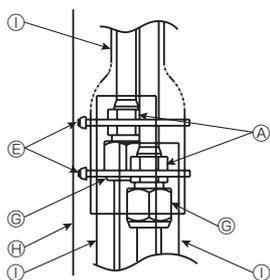

Fig. 3-11
- (3) Couvrir le raccord à l'aide d'un cache-tuyaux et fixer à l'aide d'une bande ⑤. (Fig. 3-11)